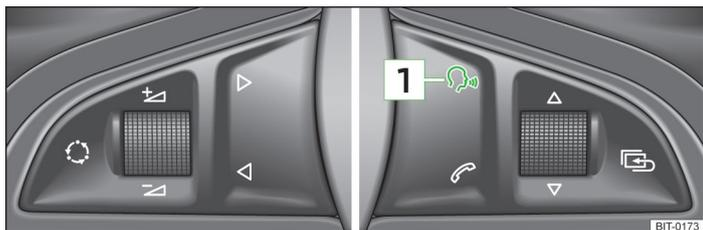

Abb. 116 Multifunktionslenkrad
- › durch kurzes Drücken der Taste **1** » Abb. 116 am Multifunktionslenkrad;
Der Dialog kann jederzeit durch kurzes Drücken der Taste  » Abb. 116 am Multifunktionslenkrad¹⁾ begonnen werden.
Wenn das System gerade eine Meldung abspielt, dann ist es notwendig, die gerade abgespielte Meldung durch Drücken der Taste  » Abb. 116 am Multifunktionslenkrad zu beenden.
- durch kurzes Drücken der Taste  » Abb. 116 am Multifunktionslenkrad.